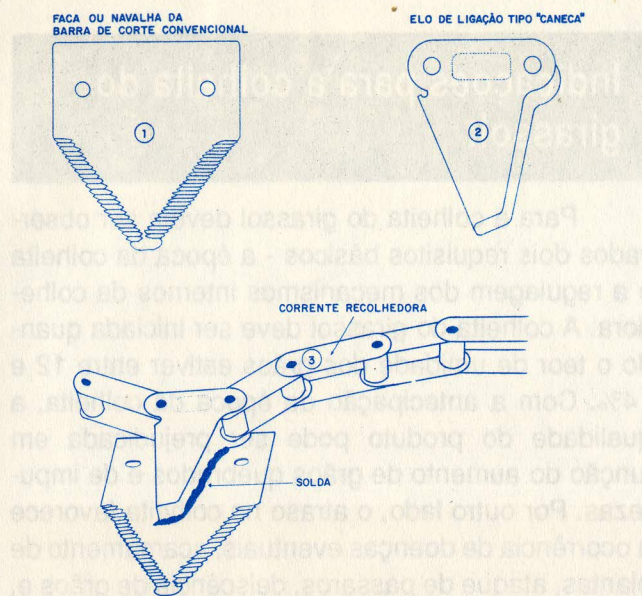

Fig. 1: Representação da faca (1) junto ao elo de ligação tipo "caneca" (2) da corrente recolhedora (3).
- ▶ soldar uma faca (navalha) da barra de corte convencional (1) no elo de ligação tipo "caneca" (2), da corrente recolhedora (3) (Fig. 1);